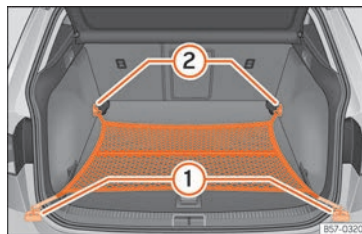

Abb. 177 Im Gepäckraum: flach eingehängtes Gepäckraumnetz.
- Hängen Sie die Haken in die Verzurrrösen ein » (Abb. 177) ① und ② » ⚠️. Der Reißverschluss des Gepäckraumnetzes muss dabei nach oben zeigen.